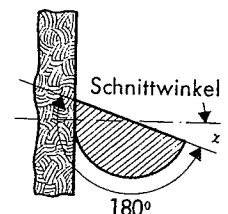

Abb. 3a
8. Hinterschleifen des Frässtichels mit Hilfe der Feinstellschraube F über den ganzen Drehbereich der Teilkopfspindel (Abb. 3a). Der Hinterschliff wird dabei zwangsläufig erzeugt. Dieser soll sich nur auf die Länge der Brustfläche erstrecken.